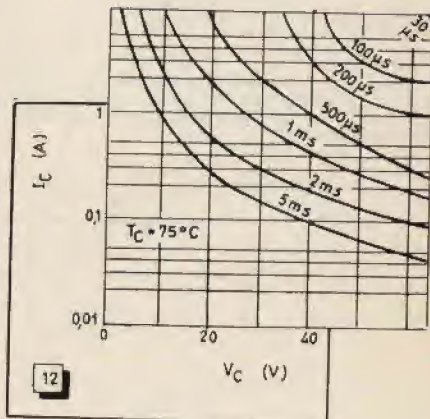
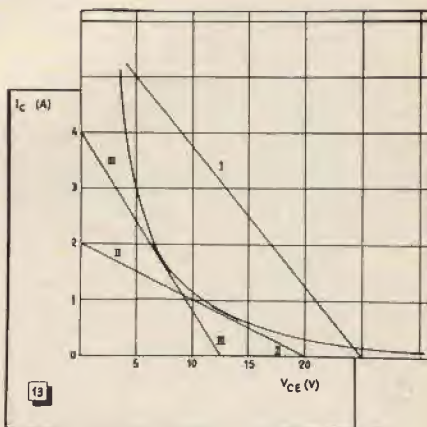
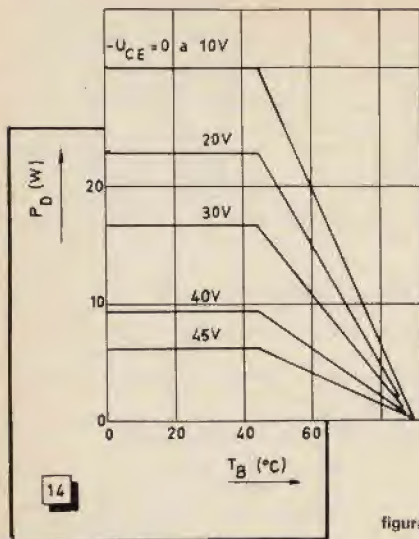
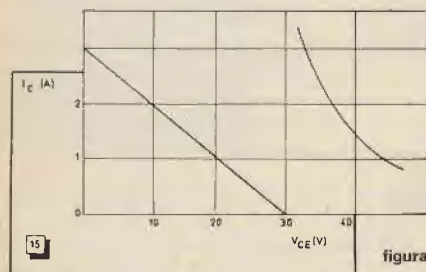

figura 12
figura 13
figura 14
figura 15
Per i transistor di potenza, i fabbricanti indicano spesso non solo un limite massimo di dissipazione, ma anche un limite per la massima potenza istantanea. Questo limite è funzione della temperatura, ma varia anche al variare della tensione di collettore. Ad esempio, la figura 12 mostra il grafico relativo alla tenuta in potenza del BD113 che abbiamo precedentemente preso in esame: dal grafico possiamo rilevare per quanto tempo si possono applicare simultaneamente una tensione e una corrente di collettore prefissate. Ad esempio con una tensione di collettore di 40 V il transistor può sopportare una corrente di collettore di 1 A solo per la durata di 500 µs. Passato questo intervallo di tempo, muore.
Nel caso dell'esempio precedente ($V_A = 50$ V, $R_L = 4 \Omega$), si avrà così $I_C = 1$ A per $V_{CE} = 21$ V, $I_C = 2$ A per $V_{CE} = 17$ V, etc., e si vede subito che c'è una incompatibilità assoluta tra questi valori e il grafico di figura 12, a meno che non si voglia realizzare un amplificatore la cui vita sia di pochi microsecondi.
Per vedere ciò che può realmente ottenersi dal transistor in questione, è preferibile ridisegnare il grafico della figura 12 con una scala lineare per le correnti (figura 13). L'espressione (5) dà allora origine a una retta, che può essere paragonata a una retta di carico tracciata in una rete di caratteristiche in cui sia prevista una iperbole per la raffigurazione della potenza massima; salvo il fatto che la curva limite non è, in questo caso, una iperbole esatta, e soprattutto, che non si può in alcun caso superarla.
La retta I in figura 13 corrisponde al caso prima considerato, e si vede molto chiaramente che simili condizioni di funzionamento non possono venir prese in considerazione. Nel caso delle rette II e III le limitazioni sono rispettate, e si giunge, fatti tutti i calcoli, rispettivamente a $V_A = 40$ V, $R_L = 10 \Omega$, $P_S = 16$ W, e, $V_A = 25$ V, $R_L = 3,1 \Omega$, $P_S = 25$ W.
Lo scarto tra la potenza calcolata nel modo prima visto e quello su accennato, diminuisce per i transistor di dissipazione maggiore, e ne esistono anche alcuni per i quali è superfluo, per lo meno per le applicazioni che stiamo esaminando, tener conto della tenuta ai picchi di potenza. Come primo esempio, possiamo citare il transistor AD131 e ciò perché le informazioni tecniche della Siemens danno per il grafico della tenuta in potenza, una versione notevolmente diversa da quella di figura 12. Come mostra la figura 14, non si è tenuto conto della durata del funzionamento, ma della temperatura. Il grafico indica dunque, in funzione della tensione di collettore e della temperatura, la potenza che il transistor è capace di dissipare. Ciò non ci impedisce di dedurre (figura 15) un grafico che consenta l'applicazione del procedimento della retta di carico già utilizzato in figura 13. Poiché l'AD131 ammette una tensione di collettore di 64 V e una corrente massima di 3 A, la retta di carico (figura 15) è stata tracciata in modo che questi limiti siano raggiunti. Si vede chiaramente che essa resta ancora molto distante dalla curva che dà il limite di tenuta in potenza.